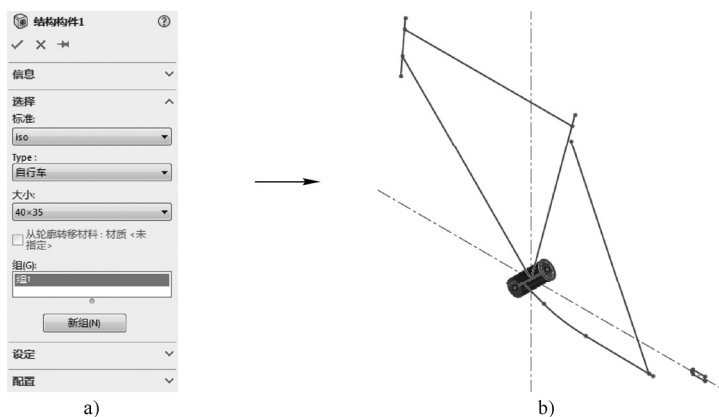

图 9-74 创建第一个结构构件
STEP 2 打开本书提供的素材文件“自行车三角架 SC.SLDPRT”，单击“焊件”工具栏的“结构构件”按钮，选择“iso”标准“自行车”类型及“40×35”截面，选中横向的曲线为结构构件的路径曲线，单击“确定”按钮，创建第一个结构构件，如图 9-74 所示。